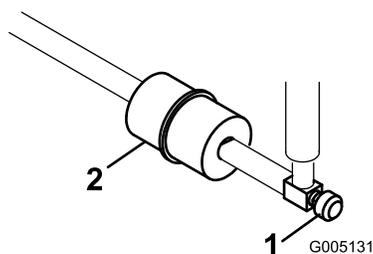

Рисунок 46
В топливном трубопроводе между топливным баком и карбюратором встроен проходной фильтр. (Рисунок 46). Убедитесь в том, чтобы стрелка на фильтре была направлена от топливного бака.
1. Закройте топливный отсечной клапан, снимите хомут шланга на обращенной к карбюратору стороне фильтра и отсоедините от фильтра топливный трубопровод (Рисунок 46).
2. Подставьте под фильтр сливной поддон, снимите оставшийся хомут и снимите фильтр (Рисунок 46).